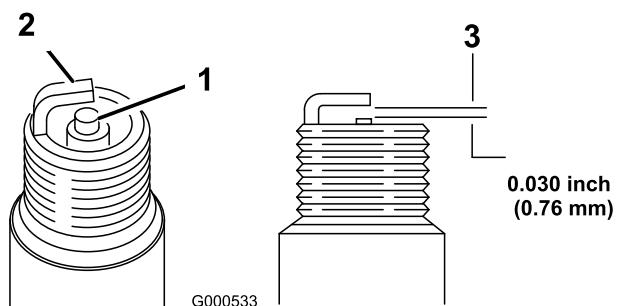

Figure 26
1. Inspectez le centre de la bougie (Figure 26). Si le bec de l'isolateur est recouvert d'un léger dépôt gris ou brun, le moteur fonctionne correctement. S'il est couvert d'un dépôt noir, c'est généralement signe que le filtre à air est encrassé.
2. Contrôlez l'écartement entre les électrodes centrale et latérale (Figure 26) et pliez l'électrode latérale si l'écartement est incorrect.